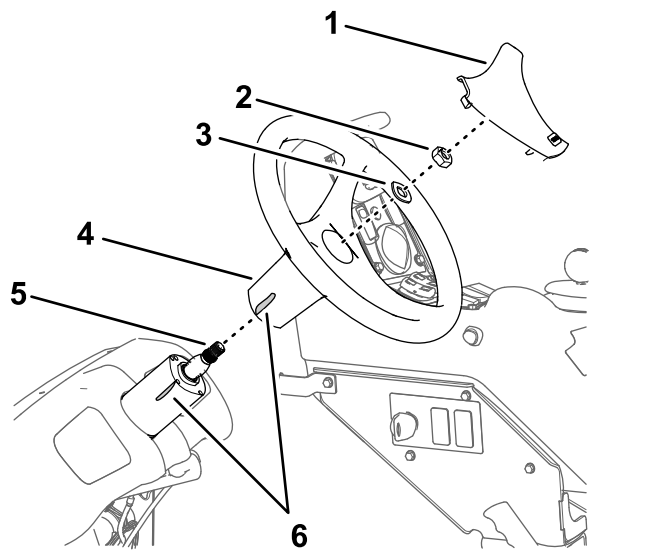

Figura 168
2. Retire la tapa del volante (Figura 168).
3. Retire la tuerca (5/8") y la arandela (5/8") que sujetan el volante a la válvula de dirección, y retire el volante (Figura 168).
1. Marque la posición del volante respecto a la válvula de dirección con un trozo de cinta (Figura 168).